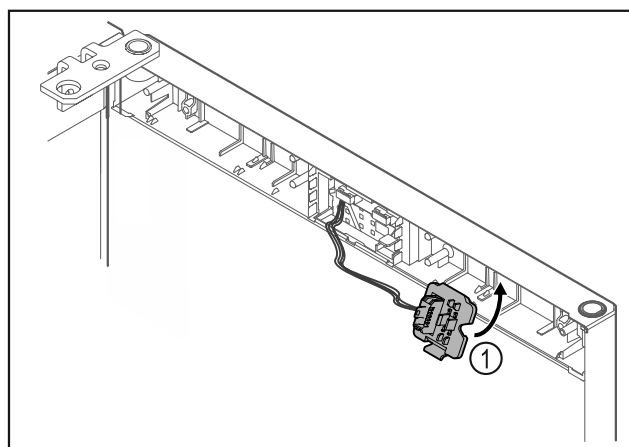

Fig. 17
- Innestare il supporto connettori Fig. 17 (1) sul lato opposto.